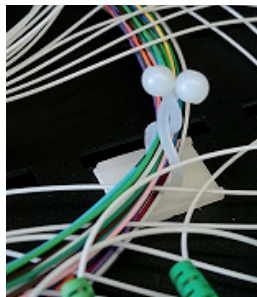

imagen 9 / figure 9
Una vez finalizadas todas las fusiones e introducidas todas las cánulas en sus ranuras, coloque la tapa de la bandeja auto-adhesiva porta-fusiones, cierre las abrazaderas para asegurar la fibra (imagen 9).
*into their slots, cover the tray with the tray cover and close the clamps to secure the fiber (figure 9).*